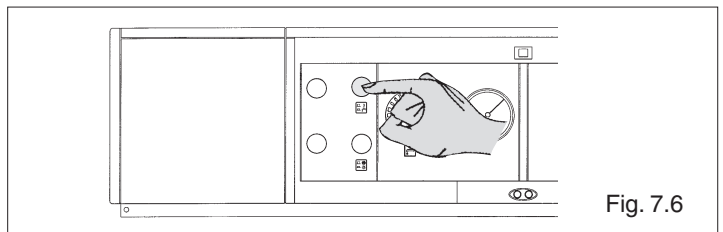

Fig. 7.6
- premere l'interruttore bollitore e verificare lo spegnimento del led di segnalazione verde (fig. 7.6).